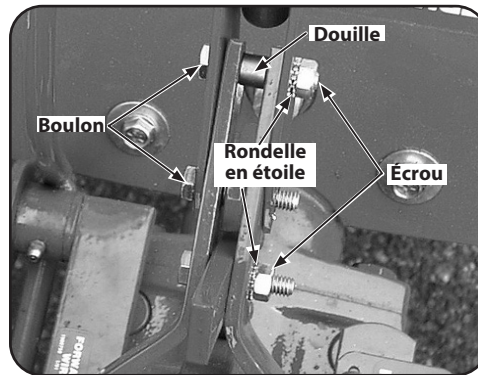

Figure 3-8
4. Alignez les trous arrière des plaques de pivot et le levier de la PDF des dents et des roues. Lorsque vous insérez la vis dans le levier et les plaques de pivot, retenez la douille en place avec des pinces à long bec. Voir Figure 3-8. Installez la rondelle en étoile et l'écrou; puis vissez-les manuellement.